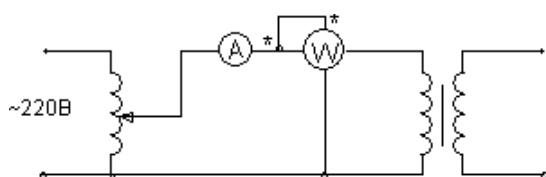

Рисунок 1
1. Режим холостого хода. Собрать схему рис.1.